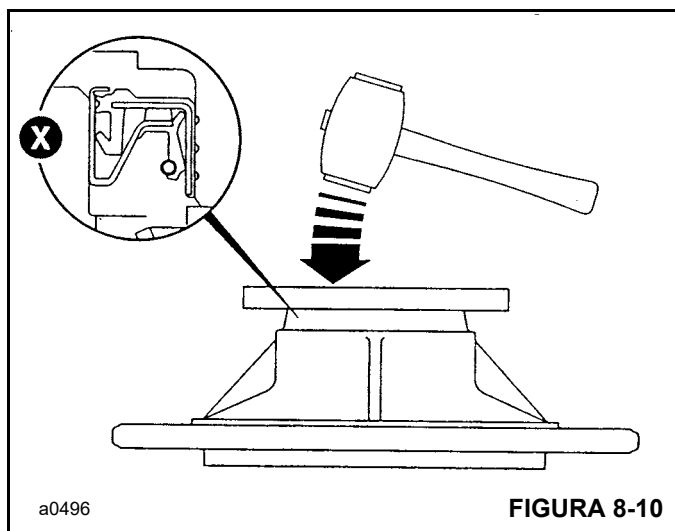

FIGURA 8-10
5. Utilizando a chave do engate de acionamento (Figura 8-10), aperte a porca com um torque de 250 Nm (184 lb-pé).
Não lubrifique antes de instalar. Insira a vedação diretamente no transportador do rolamento **8** até que o lábio de posicionamento esteja nivelado, como mostrado em **X**, Figura 8-10.